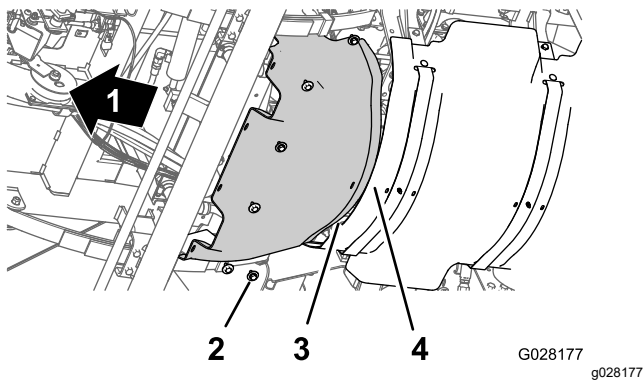

Bild 66
- Fluchten Sie den hinteren Flansch des vorderen Wärmeschutzblechs über dem vorderen Flansch des hinteren Wärmeschutzblechs aus (Bild 66).
- Fluchten Sie die Löcher im vorderen Wärmeschutzblech mit den Gewindelöchern im Chassis aus (Bild 66).
- Befestigen Sie das vordere Wärmeschutzblech mit den sechs Sechskantschrauben und sechs Scheiben (Bild 66), die Sie in Schritt 3 von Entfernen des vorderen Wärmeschutzblechs (Seite 56) entfernt haben, an der Maschine.